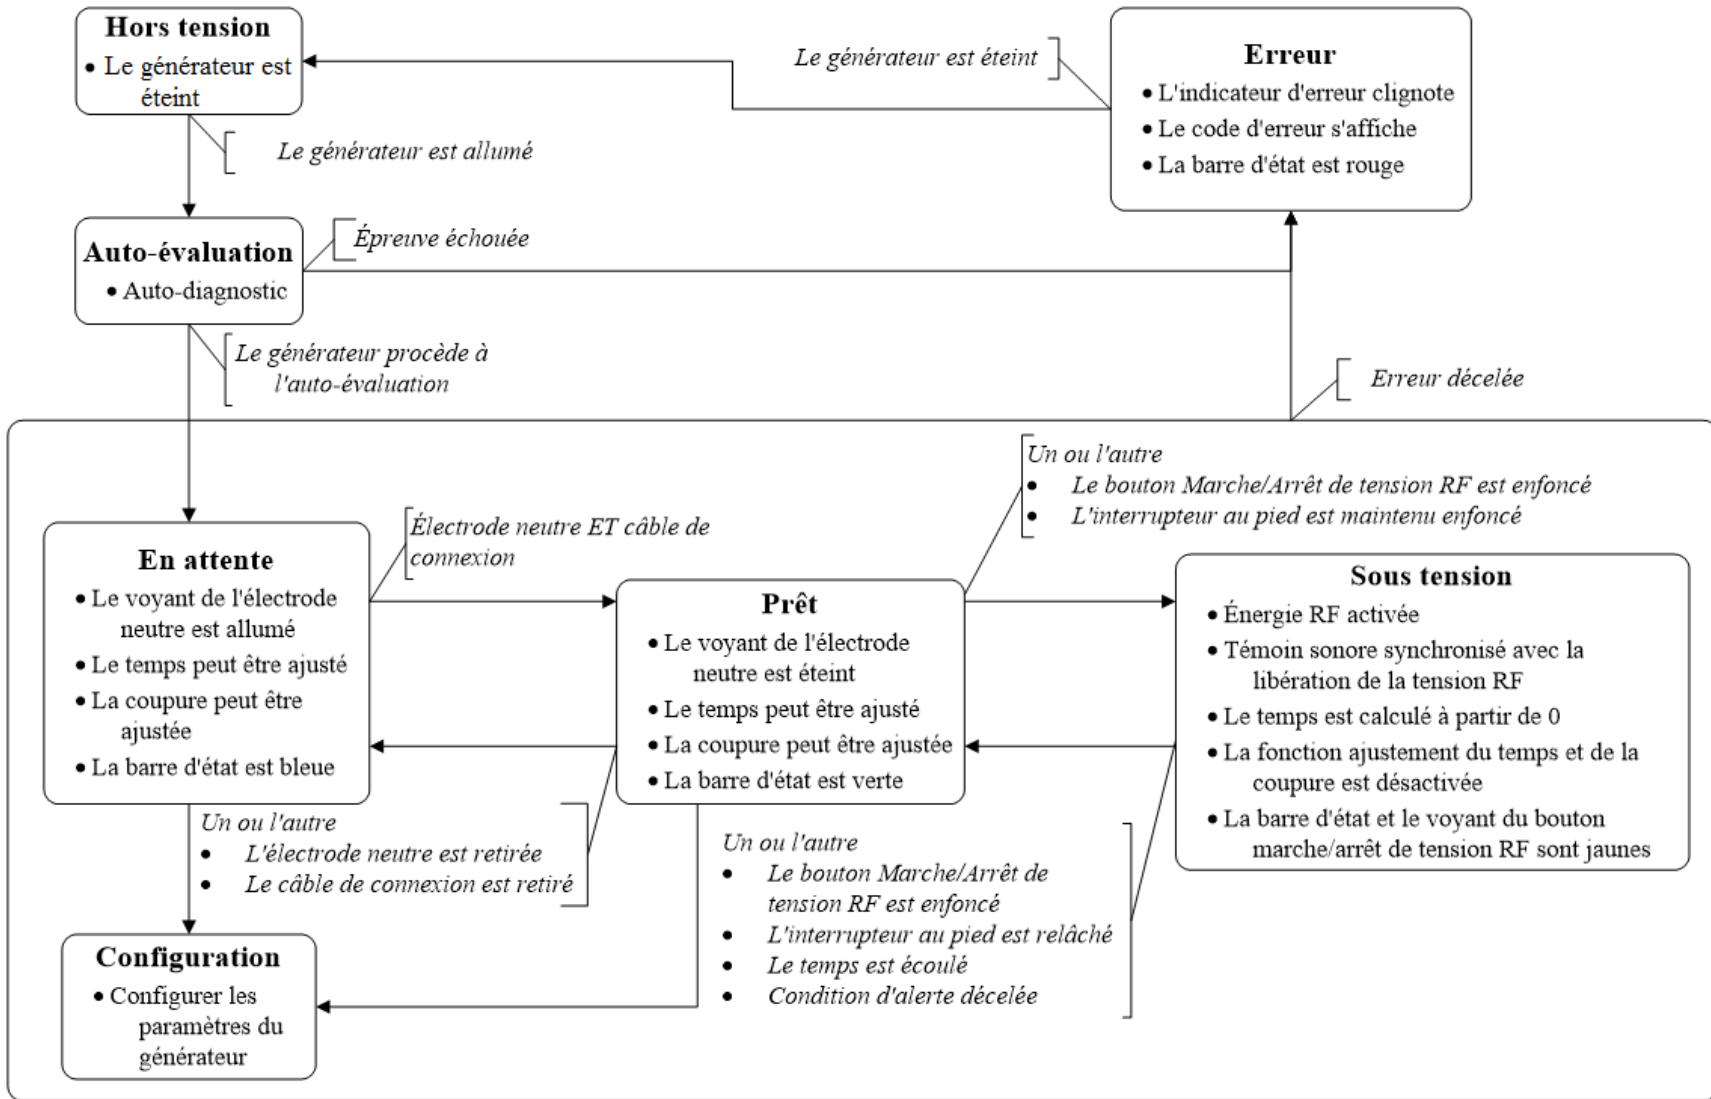

Figure 5-3 – Organigramme des états du Générateur
- (5) **Barre d'ÉTAT** : Cette fenêtre indique l'ÉTAT actuel du Générateur. Les divers états du Générateur et leurs liens entre eux sont définis à la Figure 5-3 – Organigramme des états du Générateur.
- (6) **Écran de réglage du TEMPS** : Cette fenêtre affiche la durée désirée d'application d'énergie RF (en secondes), ainsi que les fonctions des touches utilisées pour régler le TEMPS alloué.
- (7) **Touches à gauche des écrans** : Ces touches permettent d'ajuster certains paramètres. Leur fonction est affichée sur l'écran à leur droite, le cas échéant. Par exemple, les flèches croissante ▲ et décroissante ▼ s'affichent lorsque les touches doivent servir à augmenter ou à réduire un paramètre.
- (8) **Écran des paramètres de COUPURE** : Cette fenêtre affiche le mode COUPURE souhaité. Les modes COUPURE sont différents selon le dispositif RF BMC et décrits à la Section 9.3. Référez-vous au mode d'emploi de chaque dispositif RF BMC pour en connaître les paramètres appropriés. Cette fenêtre affiche aussi la fonction des touches utilisées pour ajuster les paramètres de COUPURE.
- (9) **Touches à droite des écrans** : Ces touches permettent d'ajuster certains paramètres. Leur fonction est affichée sur l'écran à leur gauche, le cas échéant. Par exemple, les flèches croissante ▲ et décroissante ▼ s'affichent lorsque les touches doivent servir à augmenter ou à réduire un paramètre.
- (10) **Touches du bas** : Ces touches ont diverses fonctions. Chacune de leurs fonctions est affichée à l'écran au-dessus, le cas échéant.
- (11) **Fenêtre de message** : Cette fenêtre affiche les messages de fonctions et d'information, le cas échéant.
- (12) **Raccord de l'électrode neutre** : Cette prise isolée du patient est conçue pour brancher une électrode **dispersive (neutre) approuvée. N'utilisez que des électrodes dispersives qui satisfont à la norme CEI 60601-2-2:2017 ou la dépassent. Des électrodes non destinées à la surveillance (écrantées) ou de surveillance (double écran) peuvent** être utilisées.
- (13) **Raccord du câble de connexion** : Cette prise isolée du patient est conçue pour brancher le câble de connexion RFP-200. L'utilisateur doit se référer au mode d'emploi du dispositif RF BMC pour choisir le bon modèle de câble de connexion.
- (14) **Bouton et indicateur de MARCHE/ARRÊT de tension RF** : Appuyer sur ce bouton pour activer la tension RF lorsque le Générateur est en état PRÊT ou la désactiver lorsque le Générateur est SOUS TENSION. Le voyant jaune de l'indicateur s'allume lorsque le Générateur est SOUS TENSION.
- (15) **Prise USB (sur le côté)** : Lorsqu'une clé USB est insérée, les données de traitement des 20 dernières applications d'énergie RF sont téléchargées. Si la clé USB reste ensuite connectée, les données des applications d'énergie RF subséquentes seront téléchargées en fonction de chaque traitement administré.